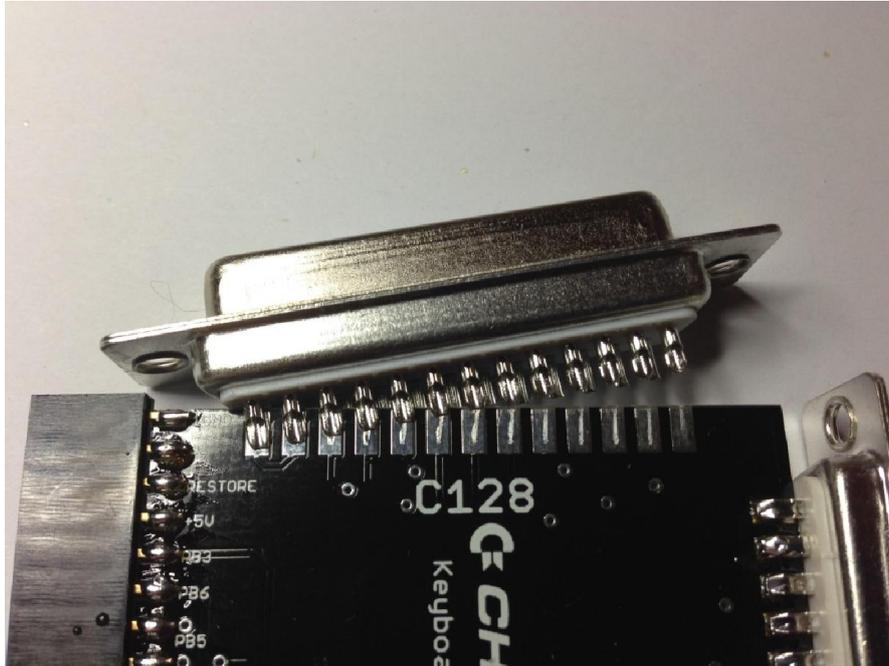

Bild 8
2.4.1. Da hier die beiden Lötkelch-Reihen ein wenig enger zusammenliegen, ist hier ein wenig Fummelarbeit nötig. Die Platine vorsichtig, von einer Seite aus beginnend, dazwischen klemmen. Dabei die Buchse (mit Gefühl) in Längsrichtung minimal auf und ab bewegen (Bild 8).